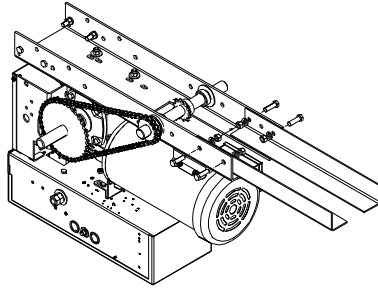

Figure 3 Assemblage de l'ouvre porte sur les rails
1. Boulonnez les rails avec les boulons fournis (Figure 3)